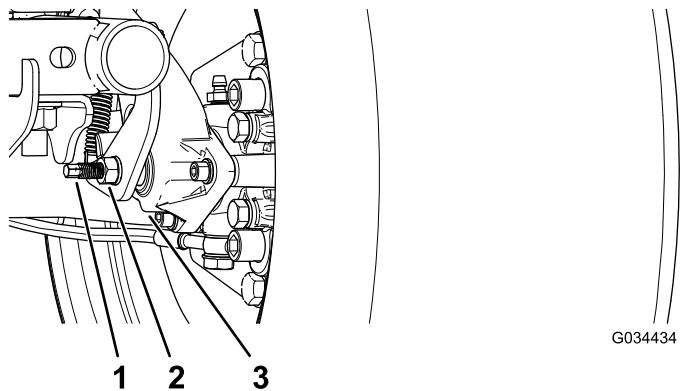

Figure 49
3. Utilisez 2 clés, une pour maintenir le tenon de réglage en place sur l'étrier et l'autre pour desserrer l'écrou de blocage de 1/4 de tour (Figure 49).
4. Tout en maintenant le tenon de réglage et l'écrou de blocage en place, tournez le tenon pour le serrer (Figure 49).
5. Tout en maintenant le tenon de réglage et l'écrou de blocage en place, tournez le tenon en arrière de 1/4 de tour (Figure 49).
6. Tout en maintenant le tenon de réglage et l'écrou de blocage en place, serrez l'écrou de blocage (Figure 49).